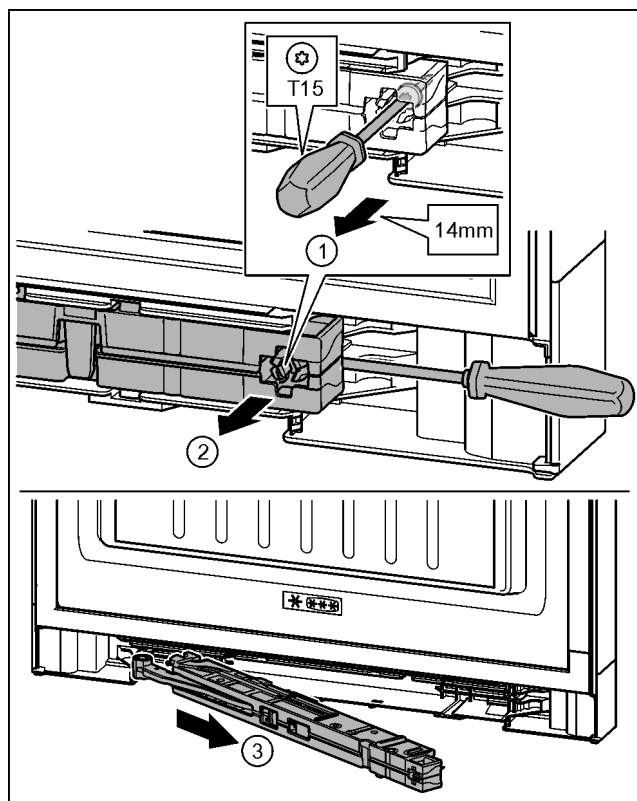

Fig. 17
- Suelte el tornillo en la unidad de amortiguador de cierre aprox. 14 mm con el destornillador T15. Fig. 17 (1)
- Desplácelo con un destornillador por el lado del tirador detrás de la unidad de amortiguador de cierre. Gire hacia delante la unidad. Fig. 17 (2)
- Extraiga la unidad. Fig. 17 (3)